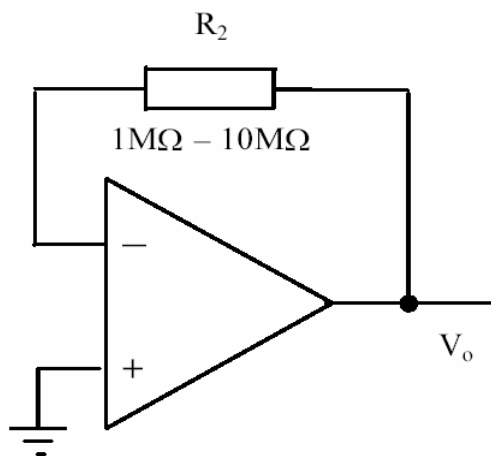

Рис. 12. Измерение значения входного тока смещения
1. Реализуйте схему, изображенную на рис. 12. Не забудьте о необходимости подключения питания к ОУ.